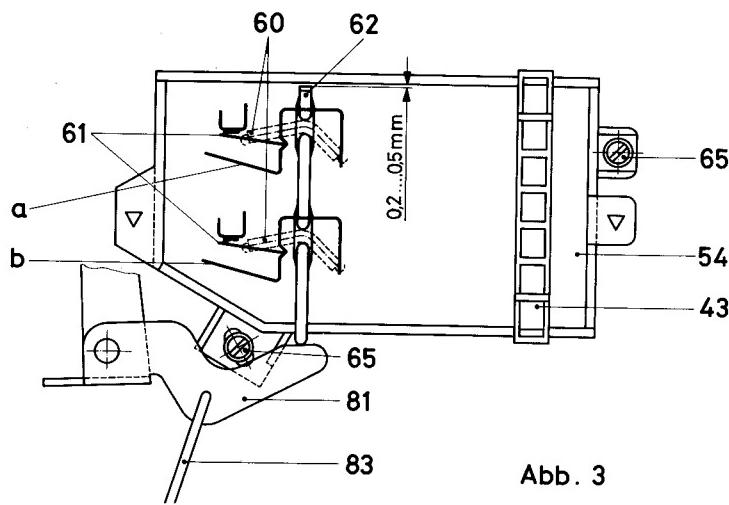

Abb. 3
**NETZSCHALTER** (siehe Abb. 3)